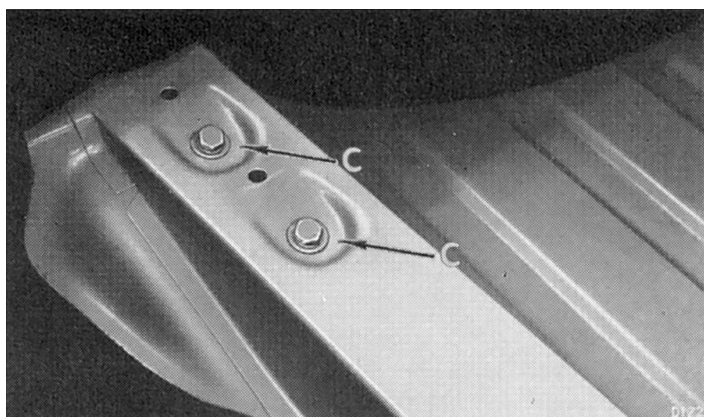

Fig. 5 Points de fixation devant les sièges
- deux de chaque côté de la carrosserie au niveau de l'arrière de la boîte de vitesses (C) (Fig. 5);